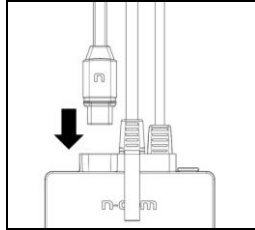

Fig. 29
- Allineare il connettore della tastiera all'e-box (Fig. 29).